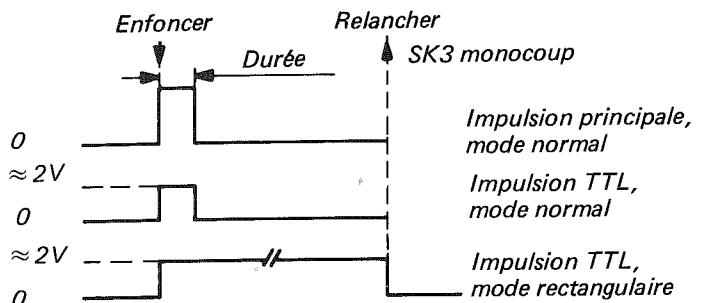

Fig. 6.4. Monocoup
- Une seule impulsion similaire à la fig. 6.4. est maintenant engendrée. Sa durée, , son amplitude, etc ... sont réglées avec les organes de commande du panneau avant.
- Enfoncer le commutateur SINGLE SHOT et observer une impulsion simple aux niveaux TTL et DURATION réglée. Se référer à la fig. 6.4.
- Enfoncer le commutateur SINGLE SHOT et noter que l'impulsion simple à TTL OUT persiste aussi longtemps que le commutateur est actionné. Le réglage DURATION n'exerce aucune influence. Se référer à la fig. 6.4.